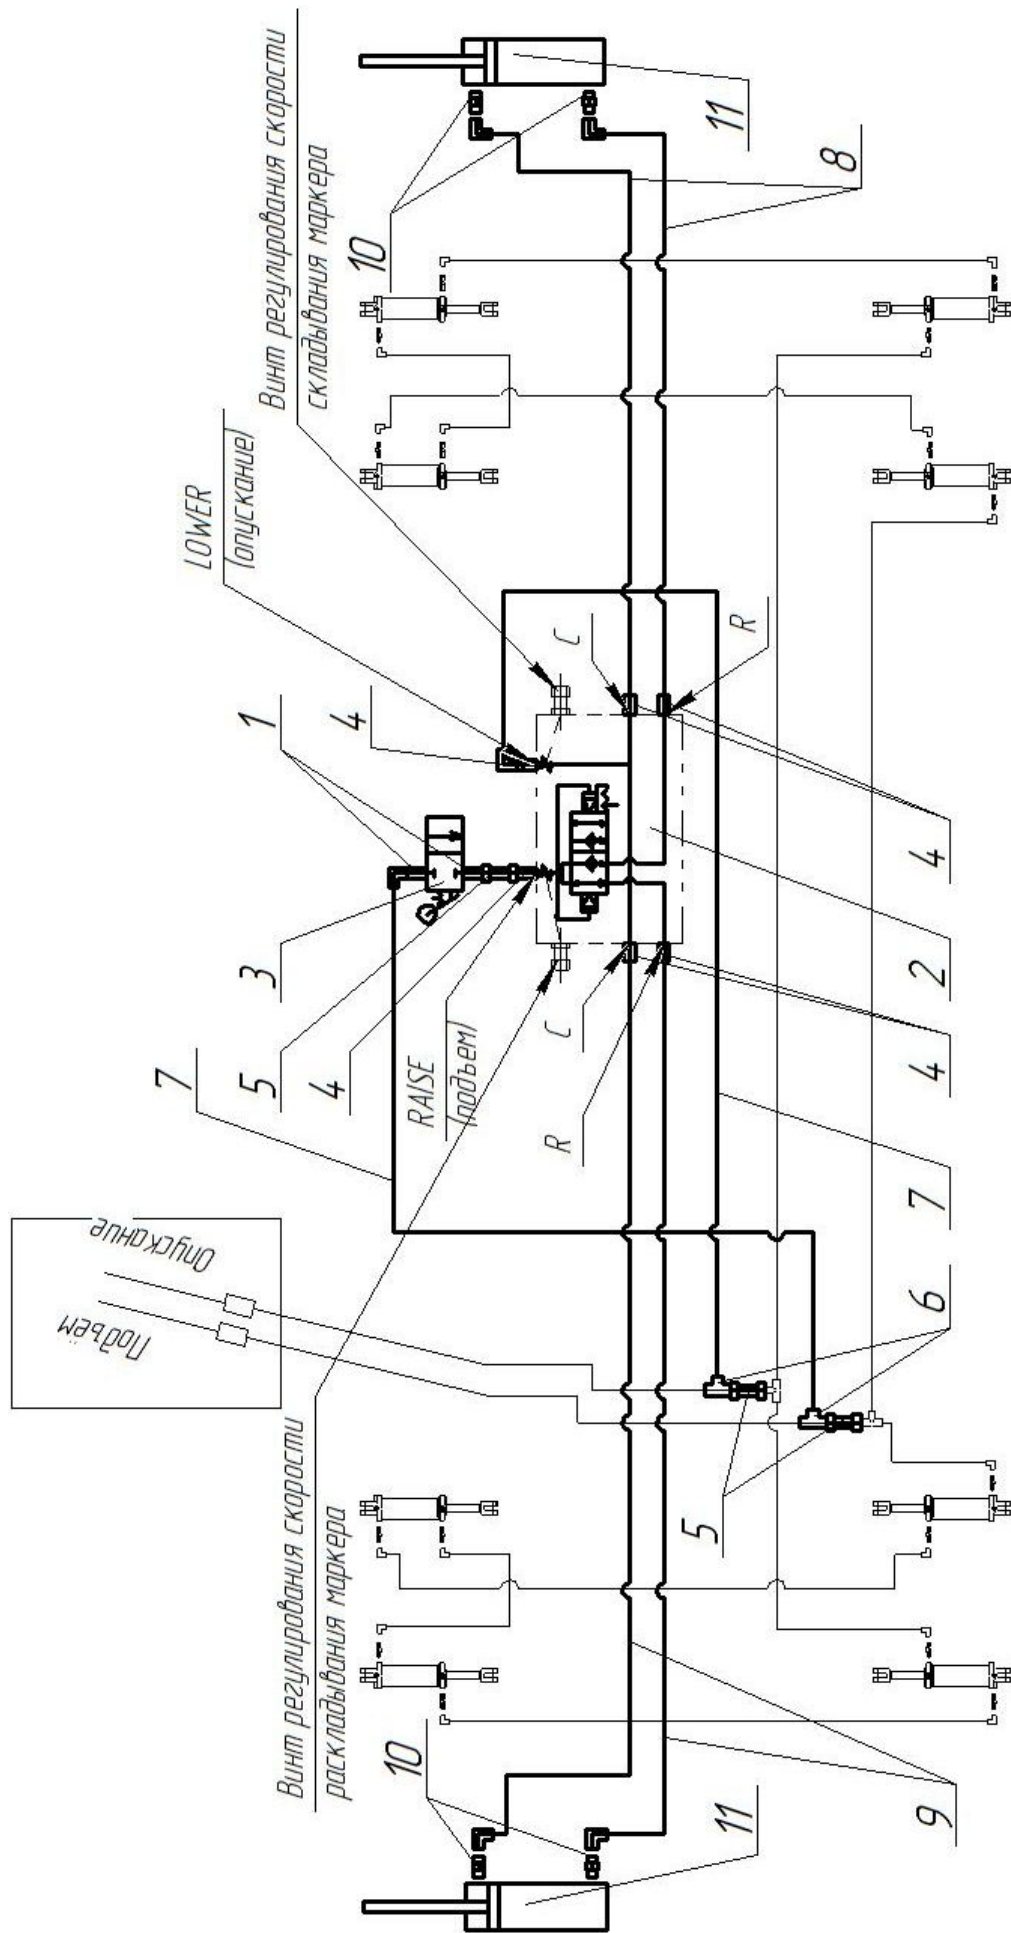

Рис. 4.8.1. Гидросхема подключения маркеров ПК-8,5 "Кузбасс".
4.8.1. Установите узлы и детали гидросистемы маркеров в соответствии с рис.4.8.1, 4.8.2. Номера узлов и деталей см. в табл. 4.8.1, 4.8.2 и на бирках.